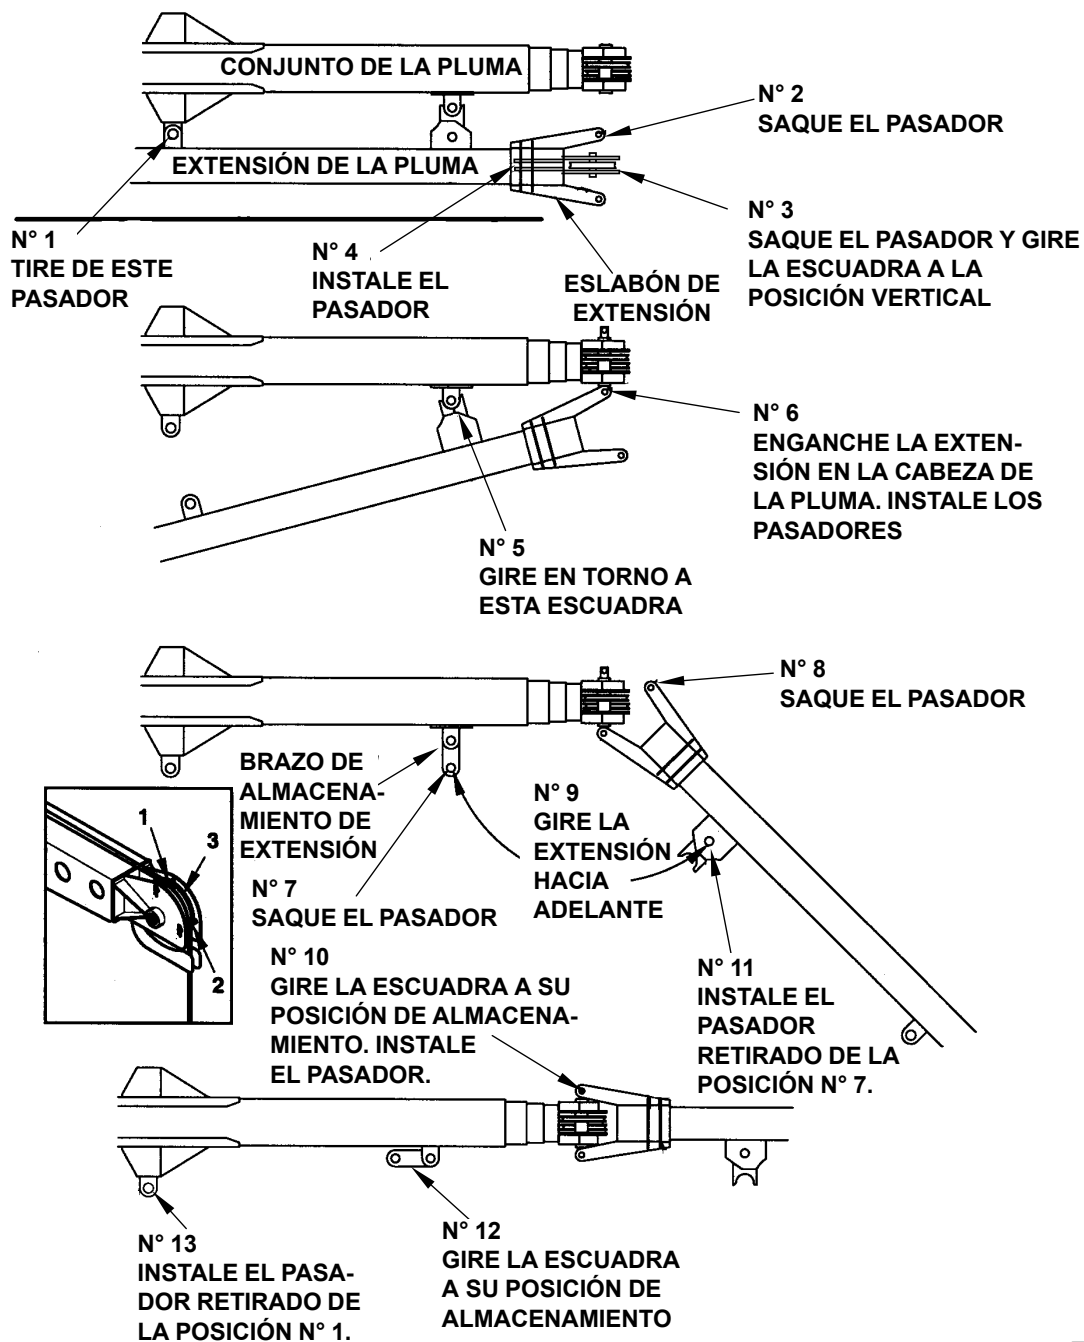

FIGURA 5-11
5. Saque el pasador de la escuadra de anclaje de la extensión de la pluma (posición N° 1 en la Figura 5-11).
10. Retire los dos pasadores (1 y 2, recuadro - Figura 5-11) y coloque el cable sobre la polea (3). Instale los pasadores (1 y 2).
2. Retire los dos pasadores (1 y 2, recuadro - Figura 5-11).
5. Saque los pasadores de la posición N° 10, Figura 5-11, y gire hacia atrás la extensión de pluma. Instale los pasadores retirados de la posición N° 10 en el brazo de extensión para evitar extraviarlos.